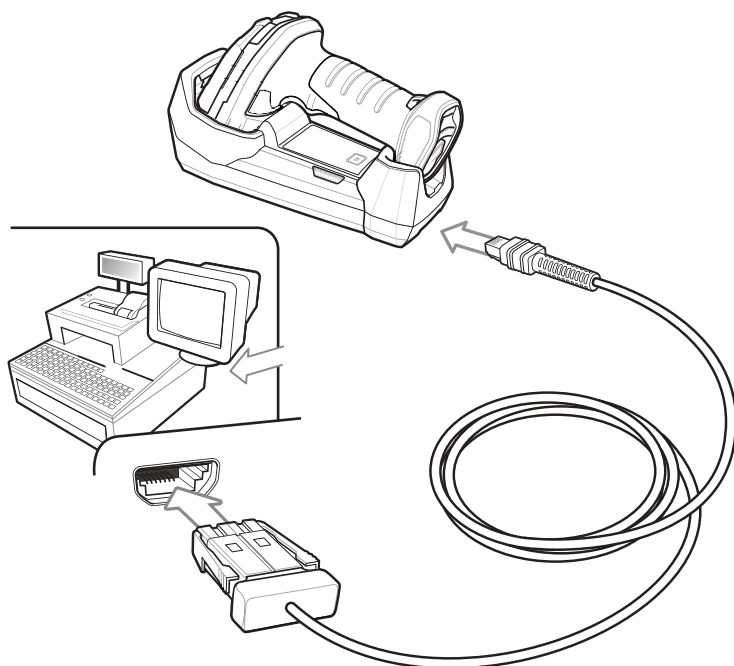

図 10-1 DS3678 への IBM 直接接続
- ✓ **メモ** 必要なインタフェース ケーブルは、設定によって異なります。図 10-1 のイラストに示したコネクタは、あくまでも例です。コネクタはイラストと異なる場合がありますが、クレードルを接続する手順は同じです。